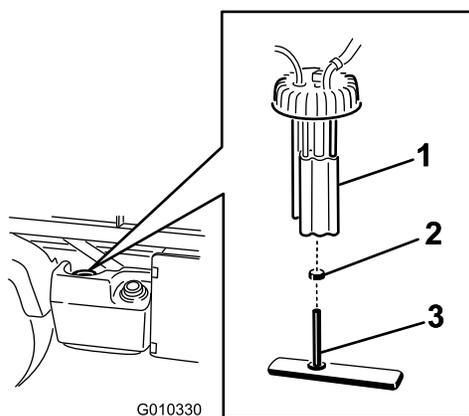

Figure 57
2. Débranchez les connecteurs des faisceaux de câblage de la pompe à carburant (Figure 57).
3. Desserrez le collier et débranchez la conduite d'alimentation du bouchon de la pompe à carburant (Figure 57).
4. Enlevez le bouchon de la pompe à carburant et vissez-le au sommet du réservoir de carburant (Figure 57).
5. Déposez la pompe à carburant et le filtre à carburant du réservoir (Figure 57).
6. Enlevez le collier qui fixe le flexible du filtre à carburant au raccord de la pompe à carburant (Figure 57).
7. Débranchez le flexible du raccord (Figure 57).